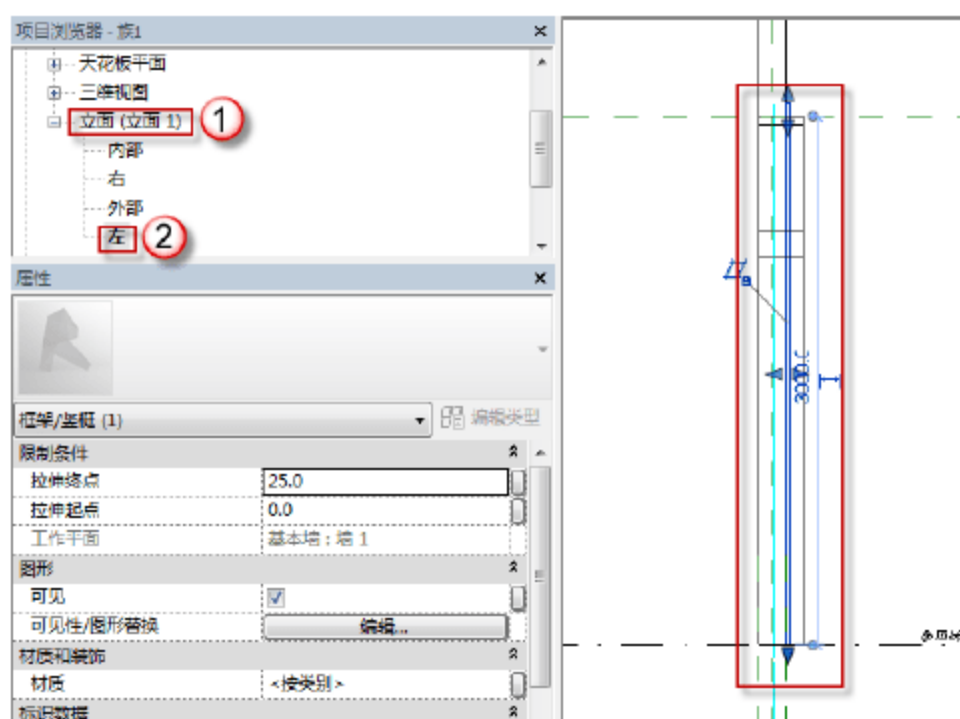

图 6.1.54 双开门 M2030 的左立面视图
(10) 选择“项目浏览器”中的“立面 (立面 1)”→“左”选项，可以进入双开门 M2030 的左立面视图，如图 6.1.54 所示。